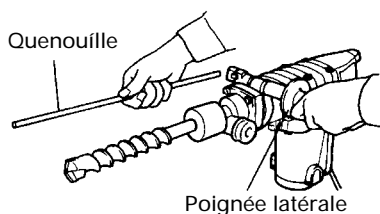

Fig. 9
4. Installer la quenouille (Fig. 9)